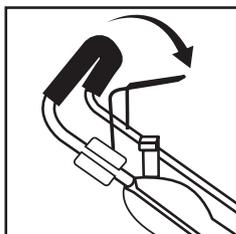

Рис. 22
- Отпустите скобу включения зажигания двигателя (Рис. 22).